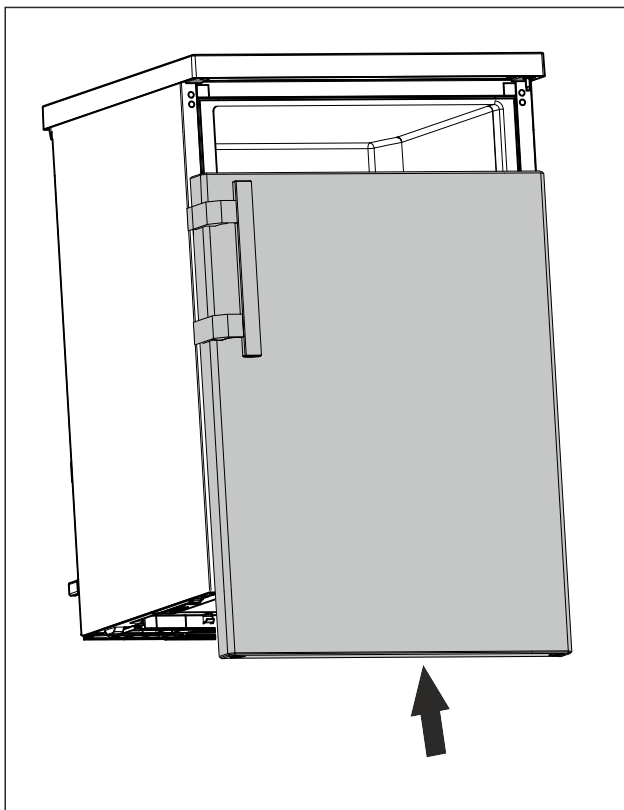

Fig. 19
- ▶ Vrata v zaprtem stanju potisnite na zgornji sornik. (glejte Fig. 19)